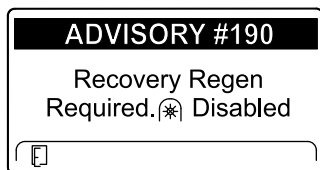

Figura 50
- É necessária uma regeneração de recuperação – tomada de força desativada AVISO N.º 190 (Figura 50)